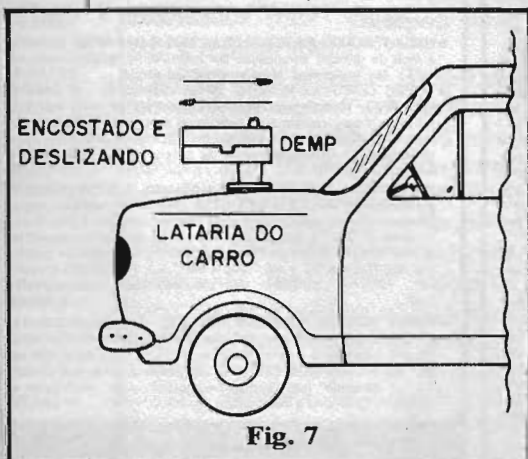

Fig. 7
- FIG. 7 - Usando o DEMP. É só uma questão de “esfregar”... Isso mesmo! Conforme ilustra a figura, basta ligar o DEMP, colocar a extremidade “feltrada” do “carretel”/sensor sobre a lataria do veículo e ir deslizando o conjunto, “varrendo” toda a superfície do carro... Qualquer irregularidade será prontamente acusada pelo DEMP, através de um nítido aumento na frequência do sinal de áudio! É certo que existem muitos pontos onde, naturalmente, existe um “gap”, ou uma zona de “não metal”, nas junções dos módulos da lataria e essas coisas... O DEMP acusará também quando da passagem sobre tais áreas... Entretanto, o que “vale” mesmo é - por exemplo - a pesquisa de para-lamas, base de portas, laterais baixas da lataria, etc., pontos que “tradicionalmente” oxidam, ou que sofrem batidas ou cortes, depois “recompostos” com massa plástica, lixada e pintada para “disfarçar”. É justamente aí que o DEMP vai, literalmente, “dar o apito”, advertindo sobre a ausência do metal onde ele **deveria** estar. Observem que o DEMP é **muito** sensível, porém o seu campo de atuação e sensoreamento é naturalmente **curto**, mesmo porque não são necessários mais do que alguns poucos centímetros de “profundidade” para se detetar a “maracutaia” realizada na lataria! Notem ainda que a sugestão da camada de feltro na base do “carretel”/sensor tem duas funções válidas: proteger o próprio sensor e também não arranhar a pintura do veículo durante a verificação... Finalmente, para quem “duvida” da sensibilidade e segurança da atuação do DEMP, é só fazer um teste “a descoberto”: uma chapa metálica relativamente grande e uniforme, dotada de um único furo, este com diâmetro não maior do que **1 centímetro**, poderá ser usada como “cobaia”... É passar o DEMP sobre toda a placa, incluindo no “percurso” uma passagem sobre o tal furinho... Verifiquem! Como último conselho, é lógico que a operação de varredura deve ser feita com relativa lentidão... Se Você passar o DEMP feito um “foguete” sobre a lata-